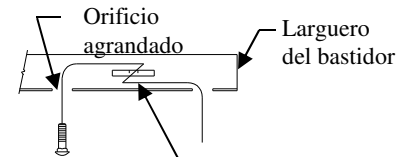

Figura 2.
①	Cant. (4)	Perno de carruaje 7/16-14 X 1.25	③	Cant. (4)	Arandela cónica
②	Cant.(4)	Espaciador	④	Cant. (4)	Tuerca 7/16-14
1. Desprenda ambos (2) ganchos de caucho posteriores del silenciador para bajar el escape.
3. Introduzca el cable de halar a través del orificio recién agrandado, una el espaciador y el perno e introduzca uno a la vez en el larguero del bastidor. Deje el cable de halar unido. Repita en ambos largueros del bastidor como se muestra en la Figura 2.